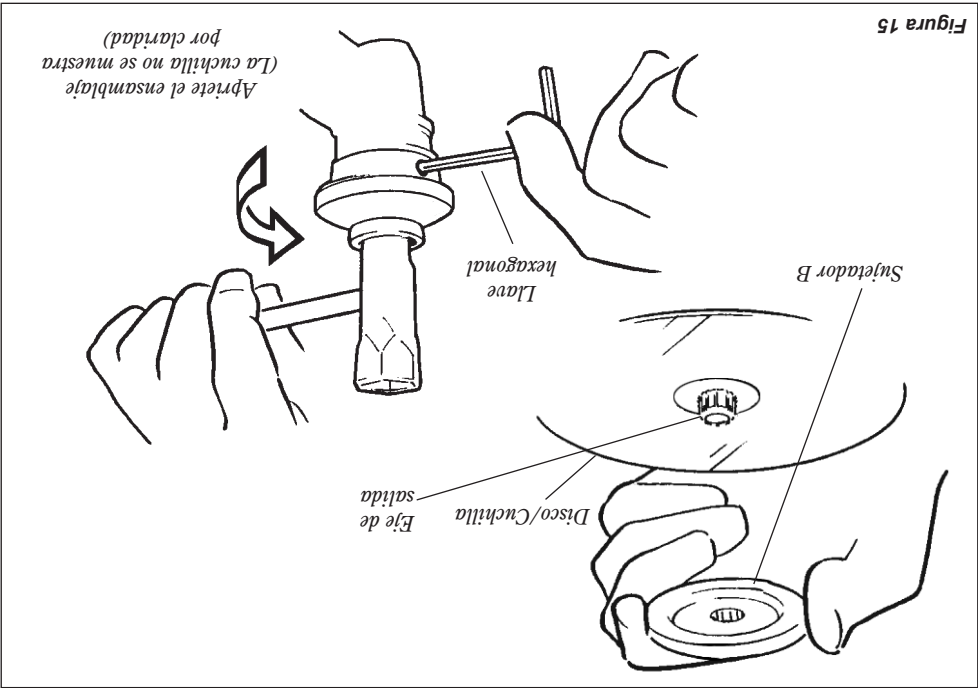

Figura 15
3. Instale el sujetador B en el eje de salida. Consulte la figura 15. El reborde en el soporte debe cubrir completamente el reten de seguridad, y debe encajar apretadamente contra la cuchilla. 4. Instale el protector de perno y luego el perno de retencion de la cuchilla. Usando la llave de bujia/destornillador combinado, apriete el perno firmemente en direccion contraria a las agujas del reloj. El soporte B debe quedar alineado con la cuchilla. 5. Retire la llave hexagonal.